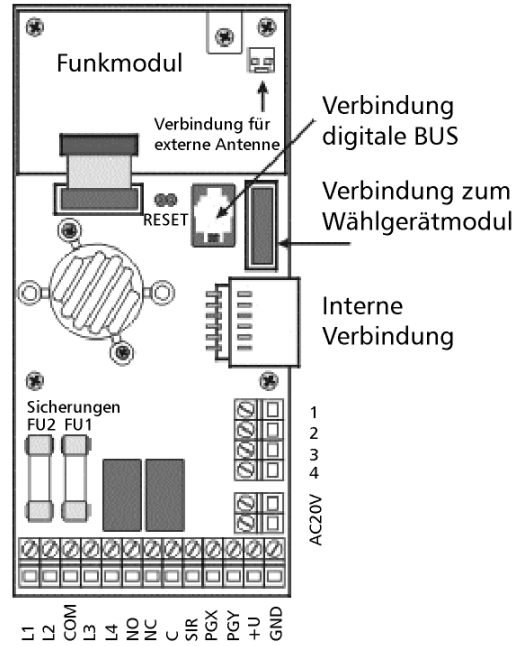

Abb. 4
- 2.6 Ist keine verdrahtete Tastatur 6000 TD bei der Installation vorhanden, so muss als erstes eine Funk-Tastatur 6000 TF angemeldet werden. Hierzu verbinden Sie die RESET- Pins auf der Hauptplatine (siehe Bild 4) für kurze Zeit mit einem Schraubenzieher miteinander: Hierbei wird der Anmeldemodus eröffnet. Legen Sie nun die Batterien in den 6000 TF ein. Der 6000 TF wird jetzt angemeldet und das System befindet sich jetzt im Anmeldemodus.